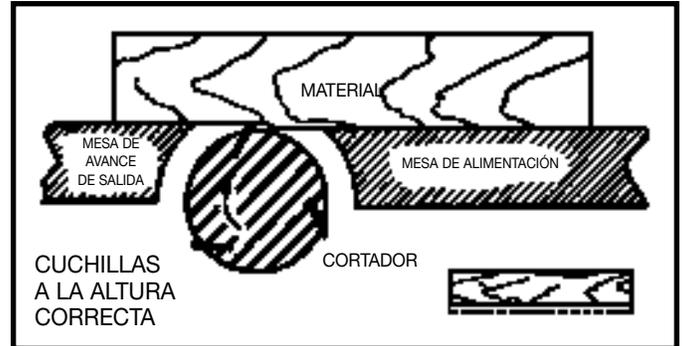

Fig. 34
9. Como revisión final, dirija un pedazo de material lentamente sobre las cuchillas por unas 6 a 8 pulg. La madera debe descansar firmemente sobre ambas mesas como lo muestra la Fig. 34, sin espacios abiertos debajo del corte completado.